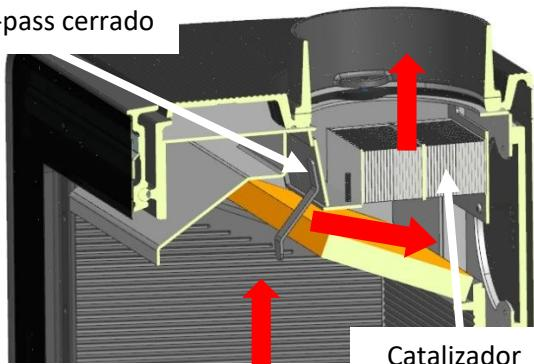

Fig. 21
5. Cuándo el fuego esté estabilizado, posicione la palanca de combustión en la posición de funcionamiento con leña (punto "A"), después ajuste el mando de combustión a la posición deseada de forma manual o bien utilizando el mando a distancia pulsando las teclas "OFF/LO" u "ON/HI". Cierre el by-pass del sistema TruHybrid, para que todos los gases pasen a través del catalizador (Fig. 21) y conseguir así la máxima eficiencia de la estufa. **Protega sus manos para dicha manipulación.** También, si dispone de la regulación de tiro, puede regular la combustión accionando el mando.